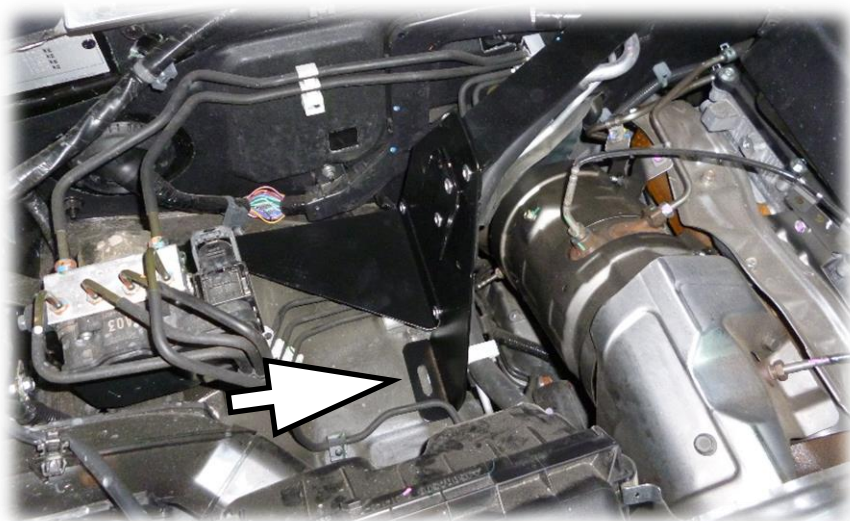

Рис.6
3.3. Разметить место крепления кронштейна, как показано на рис.6.